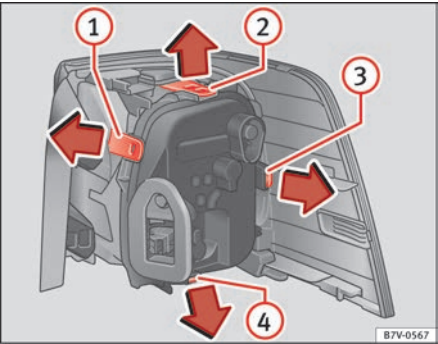

Fig. 212 Luz traseira na carroçaria: desmontar o porta-lâmpadas. ① a ④ linguetas de bloqueio.
9.	Para desbloquear o porta-lâmpadas, pressionar as linguetas de bloqueio ⇒ Fig. 212 ① a ④ no sentido da seta.